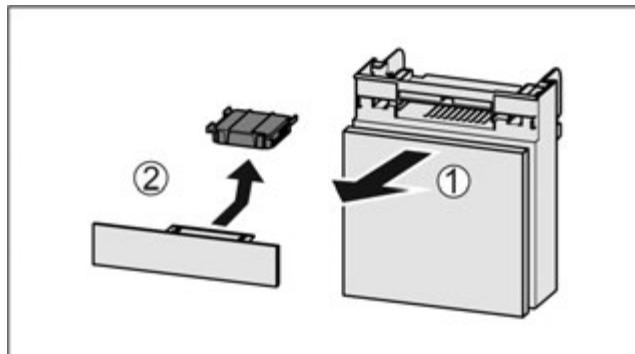

Fig. 122
- Потягніть Fig. 122 (1) відділення вперед.
- Витягнути Fig. 122 (2) фільтр з активованого вугілля.